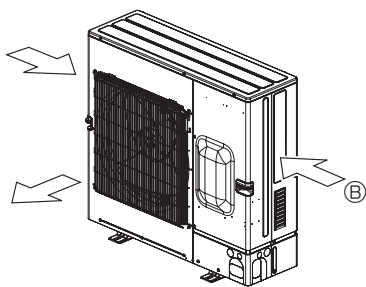

Abb. 2-17
② Bringen Sie die Anlage so an, dass die Abluft aus der Luftaustrittsöffnung im rechten Winkel zu derjenigen Richtung geführt wird, aus der saisonal bedingt starker Wind bläst. (Abb. 2-17)